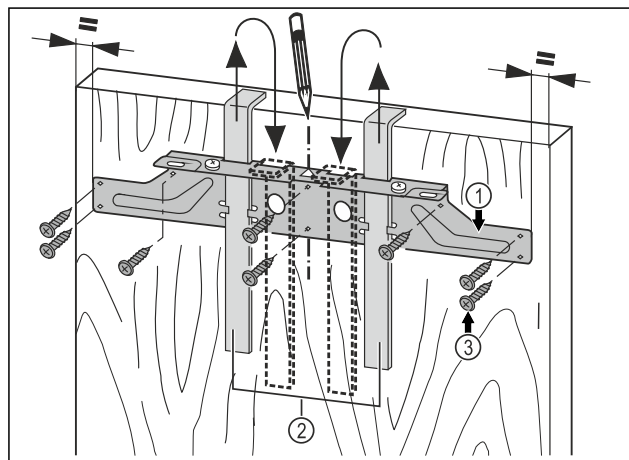

Fig. 19
- Zaczepić poziomą listwę mocującą Fig. 19 (1) z pomocami montażowymi Fig. 19 (2) po wewnętrznej stronie drzwi mebla.
- Poziomą listwę mocującą Fig. 19 (1) wyrównać do środka na drzwiach.
- Przykręcić poziomą listwę mocującą Fig. 19 (1) co najmniej 6 śrubami Fig. 19 (3).
- Przykręcić poziomą listwę mocującą Fig. 19 (1) 4 śrubami Fig. 19 (3) na brzegu.
- Wyciągnąć pomoce montażowe Fig. 19 (2) do góry i wsunąć po obróceniu w znajdujące się obok otwory.